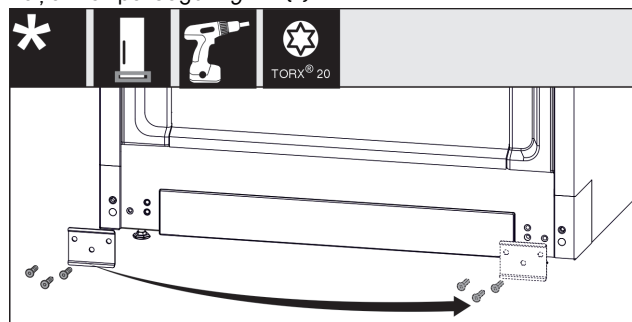

Fig. 15
- ▶ Noskrūvējiet plāksni Fig. 15 (1), pārlieciet otrā pusē un atkal pieskrūvējiet.